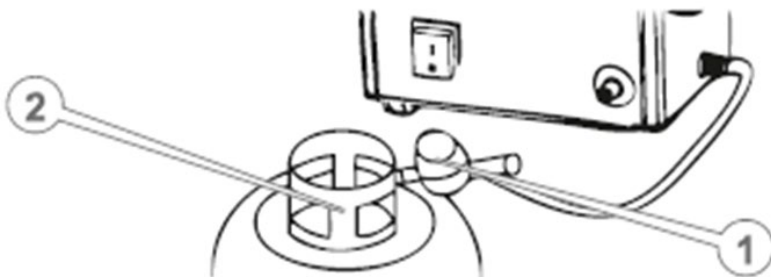

Рисунок 5. Схема під'єднання газового балона до виробу.
6. Приєднати виріб до газового балона (2, рис. 5) за допомогою газового рукава та редуктора тиску газу (1, рис. 5) і надійно затягнути гайковим ключем гайку штуцера регулятора тиску. Нарізні з'єднання штуцерів і гайок виробу, газового рукава, регулятора тиску газу, вентиля балону для горючих газів мають ліву нарізку.
4. Про закінчення заряджання свідчить світіння усіх індикаторів (4, рис.5) батареї та світіння індикатора зарядного пристрою зеленим.